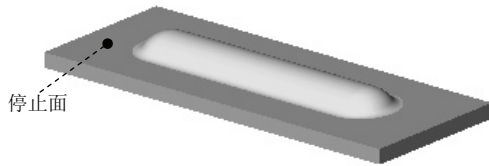

图 4.3.3 成型工具
(2) 定义成型工具属性。
① 定义停止面属性。激活“成型工具”对话框中的 停止面 区域，选取图 4.3.3 所示的停止面。
② 定义移除面属性。由于不涉及移除，成型工具不选取移除面。
(3) 单击 按钮，完成成型工具 1 的创建。